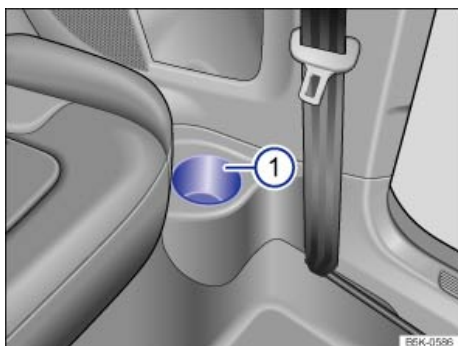

Fig. 159 Portabebidas en el guarnecido lateral trasero.
En los vehículos de dos puertas, puede haber un portabebidas sin tapa en los guarnecidos laterales traseros ⇒ fig. 159 ①.